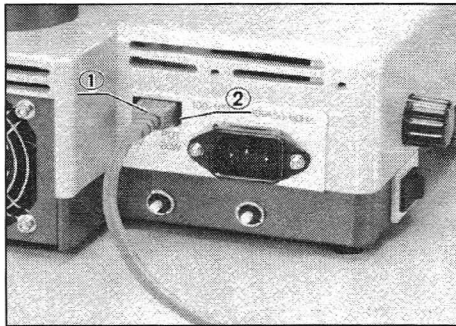

Abb. 14
- 1) Den Stecker der Beleuchtung ① in die Ausgangsbuchse ② stecken (Abb. 14).